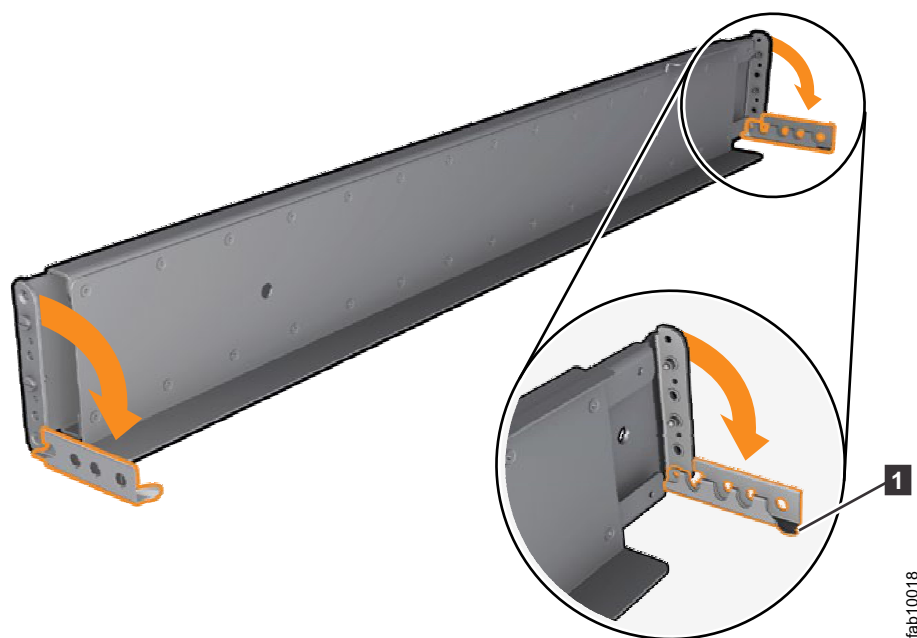

Figura 38. Abrindo os suportes da dobradiça
6. Em cada extremidade do trilho, segure a guia **1** e puxe *firmemente* para abrir o suporte da dobradiça (consulte Figura 38 na página 35).